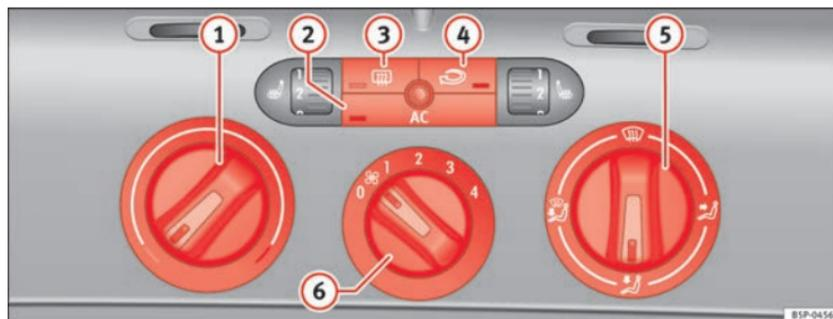

Abb. 127 In der Instrumententafel: Bedienelemente der Climatic
- Mit den Reglern ⇒ Abb. 127 ① und ⑤ und mit dem Schalter ⑥ stellen Sie die Temperatur, die Luftverteilung und die Gebläsestufe ein.
- Drücken Sie die jeweilige Taste ②, ③ oder ④, um eine Funktion ein- oder auszuschalten. Bei einer eingeschalteten Funktion leuchtet die Kontrollleuchte unten an der Taste auf.
- ① Temperaturregler ⇒ Seite 168.
- ② Taste **AC** – Klimaanlage ein-/ausschalten ⇒ Seite 168
- ③ Taste – Heckscheibenbeheizung. Etwa 20 Minuten nach dem Einschalten wird die Beheizung automatisch ausgeschaltet. Sie lässt sich vorzeitig durch Drücken der Taste ausschalten.
- ④ Taste – Umluftbetrieb ⇒ Seite 169
- ⑤ Luftverteilungsregler ⇒ Seite 168.
- ⑥ Gebläseschalter. Der Luftstrom ist in vier Stufen einstellbar. Das Gebläse sollte bei langsamer Fahrgeschwindigkeit immer auf der niedrigsten Stufe mitlaufen.
- Schalten Sie die Klimaanlage mit der Taste ⇒ Seite 167, Abb. 127 **AC** ein.